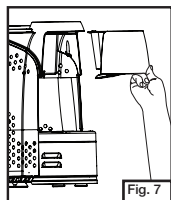

Fig. 7
- Retirez le portefiltre et insérez un filtre de type panier 8 - 12. (Fig. 7)